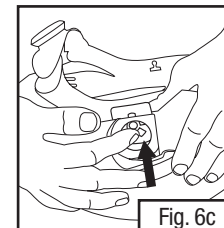

Fig. 6c
- o Si vous remplacez la trousse pivot, repousser légèrement la plaque arrière à l'extérieur de la coque (vers l'extérieur de la pièce faciale) et la faire glisser à l'extérieur du trou qui se trouve sur la coque de la pièce faciale pour la retirer. Utiliser un outil avec délicatesse si nécessaire (p. ex. tournevis plat) (Fig. 6c).